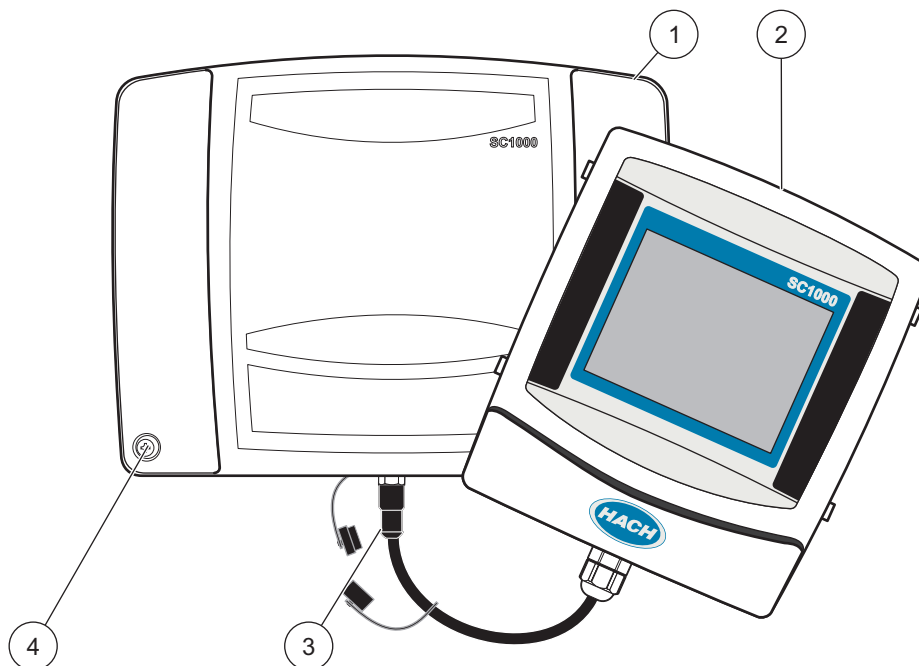

Figura 5 Retire la cubierta del módulo de sonda y el módulo de la pantalla
Quite el módulo de la pantalla antes de realizar cualquier actividad de cableado (Figura 5).
2. Quite el módulo de la pantalla del módulo de sonda (Figura 5).